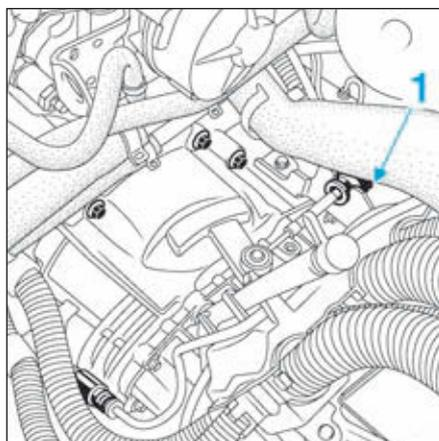

FIG.2
- Appuyer sur la bague (1) pour débloquer les câbles de commandes de vitesses (Fig.2)